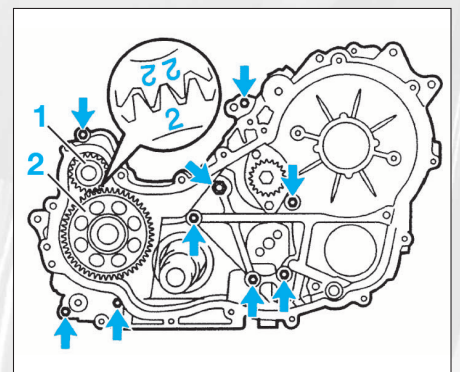

FIG. 36
• Enlever les 9 vis, puis déposer le carter de cascade de pignons de distribution et ses 2 joints toriques (fig. 36).
- poser le carter de cascade pignons de distribution sur le bloc-cylindres en faisant correspondre les repères d'alignement du pignon d'arbre d'équilibrage (1) et du pignon d'entraînement (2) de la pompe à huile (fig. 36).